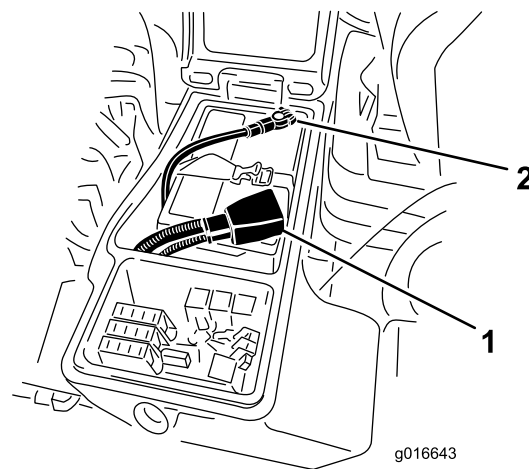

Рисунок 134
1. Подсоедините положительный кабель аккумулятора (красный) к положительному (+) полюсному штырю аккумулятора (Рисунок 134).